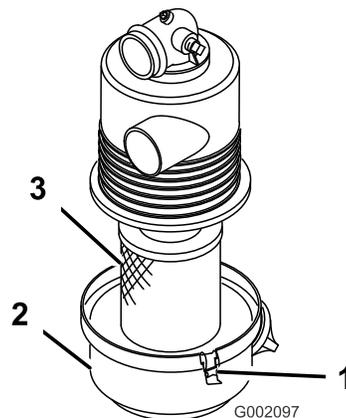

Figura 24
3. Liberte os trincos que fixam a cobertura do filtro de ar ao respectivo corpo. Retire a cobertura do respectivo corpo. Limpe o interior da cobertura do filtro de ar (Figura 24).
4. Faça deslizar o filtro para fora do corpo do filtro de ar, suavemente, para reduzir a quantidade de pó depositada no seu interior (Figura 24). Evite bater com o filtro no corpo onde se encontra alojado.